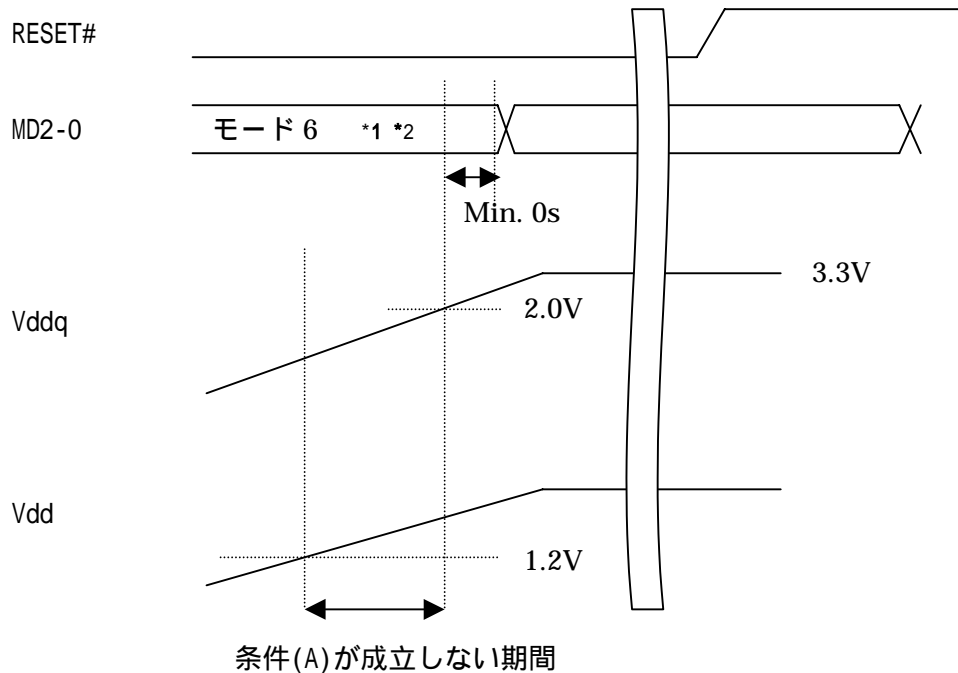

図1. クロック動作モードを一旦モード6 に設定する方法
(1) 図1 に示すようにパワーオン直後はクロック動作モード61に設定し、条件(A)が保証できる時点で、所望のクロックモードに設定しパワーオンリセットを解除する。
(2) クロック動作モード61に設定して起動した後、FRQCR を変更して所望の周波数クロックに設定する。(注: この方法を用いた場合、分周器1 を使用することは出来ません)
(3) FRQCR.PLL2EN に0 を書き込み、PLL2 を一旦停止させた後、1us 以上FRQCR.PLL2EN を0 に保った後に、FRQCR.PLL2EN に1 を書き込みPLL2 を再起動させる。